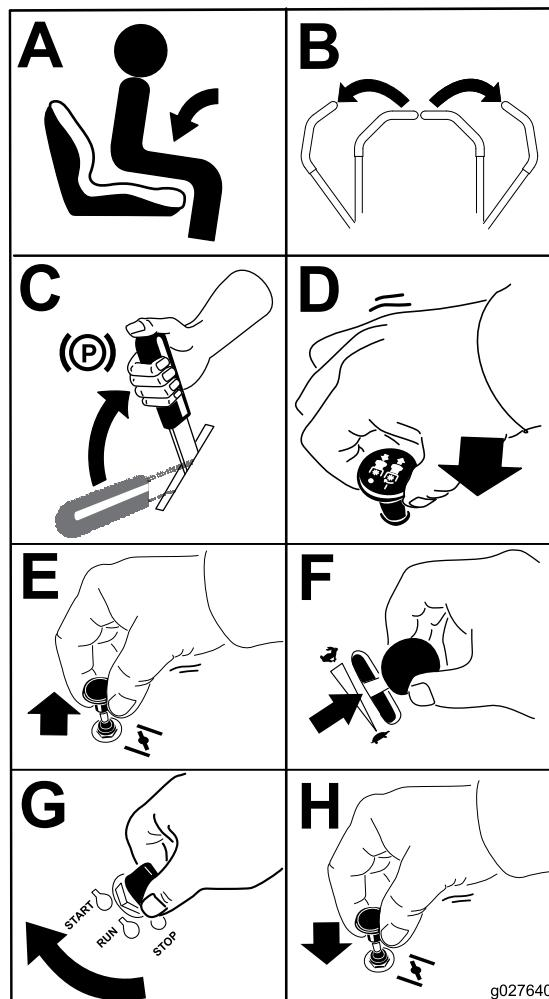

Figura 16
**Nota:** Con il motore tiepido o caldo non è sempre necessario strozzare l'afflusso dell'aria (Figura 16).